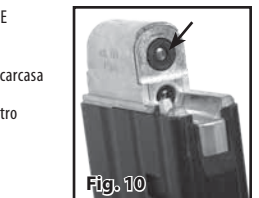

Fig. 11
4. Levante la parte trasera del receptor hasta que el cañón quede perpendicular con el receptor inferior (Fig. 11).